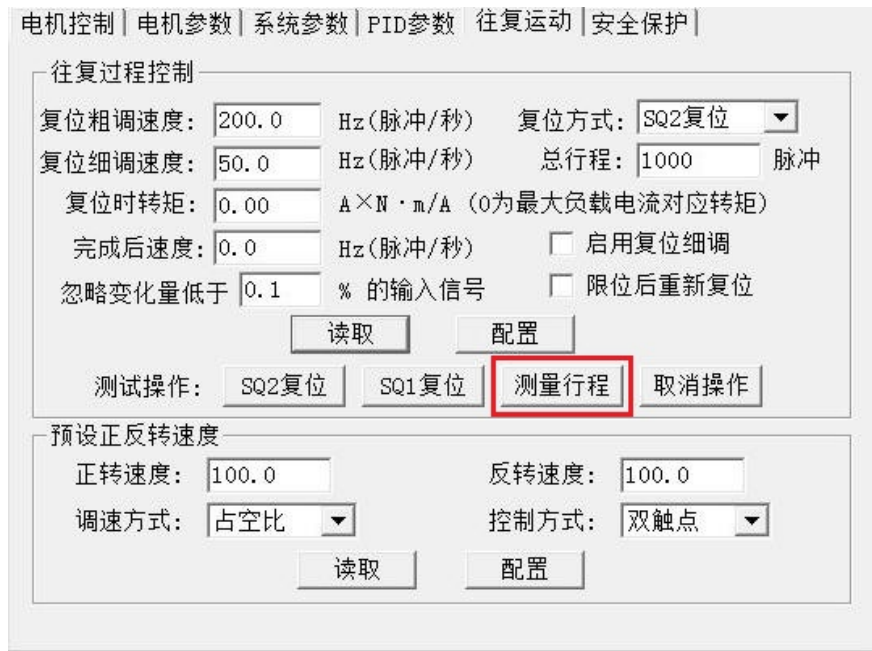

图 3.3 行程学习
- 6) 确保电脑已安装转换器驱动CH340，连接 485 转换器，双击打开驱动器配套的PC机示例程序，找到正确的串口号，设置好波特率和校验方式（通讯默认波特率为 9600bps，检验方式为偶校验，1 位停止位），点击“打开串口”。点击示例程序的往复运动选项卡“测量行程”按钮，如图 3.3 所示，等待驱动器学习完成。在学习时，工作指示灯和故障指示灯将交替闪烁；电机拖动的装置首先会向限位开关SQ2 方向移动，当限位开关SQ2 触发后，驱动器便确定了行程起点位置，接着电机拖动的装置将会向限位开关SQ1 方向移动，当限位开关SQ1 触发后，驱动器便确定了行程终点位置。行程数值将自动写入Modbus的 0x00A2-0x00A3 寄存器（行程控制相关的其它寄存器见 6.3.6 小节），电机将停止转动，行程学习完成；